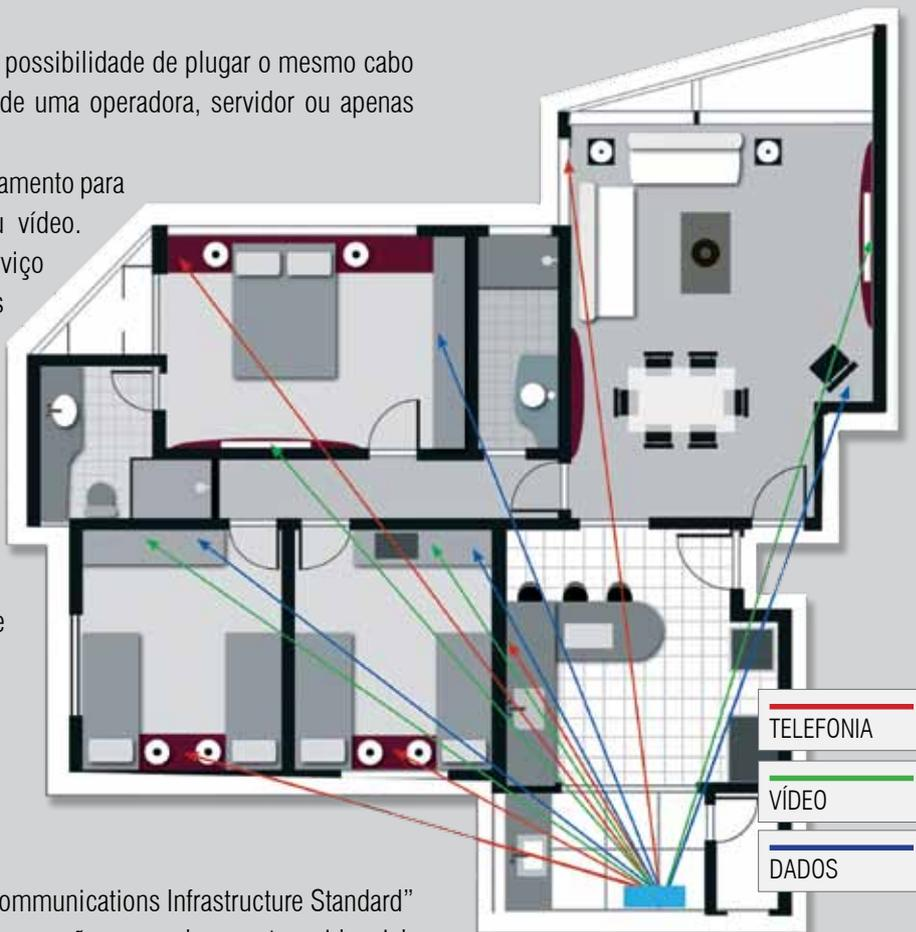

Figura 2: Topologia Estrela – distribuição de todos os serviços a partir de um único ponto
- **Topologia estrela:** Todos os cabos devem partir de um único ponto, através do quadro de distribuição, sem derivações nem emendas até cada uma das tomadas. Dessa forma é possível garantir a capacidade de transmissão e pontos de conexões suficientes para suportar as tecnologias atuais e futuras. (Figura 2);
A figura 2 ilustra um exemplo típico da utilização do CDM em uma residência, onde os módulos estão centralizados no quadro de distribuição e os serviços de telefonia, dados, vídeo e de segurança eletrônica/alarme são distribuídos para todos os ambientes, de maneira simples e fácil.